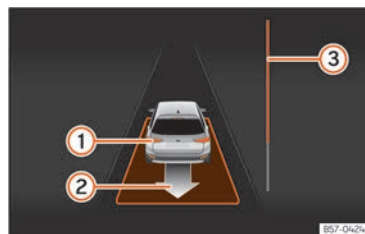

Fig. 130 A la pantalla del quadre d'instruments: sortir d'un aparcament en línia.
- Retrocediu fins que soni el senyal continu del ParkPilot; **O BÉ:** feu marxa enrere fins que a la pantalla del quadre d'instruments aparegui la indicació de fer marxa endavant. La barra de progrés **>>> fig. 130 ③** indica la distància que cal recórrer.